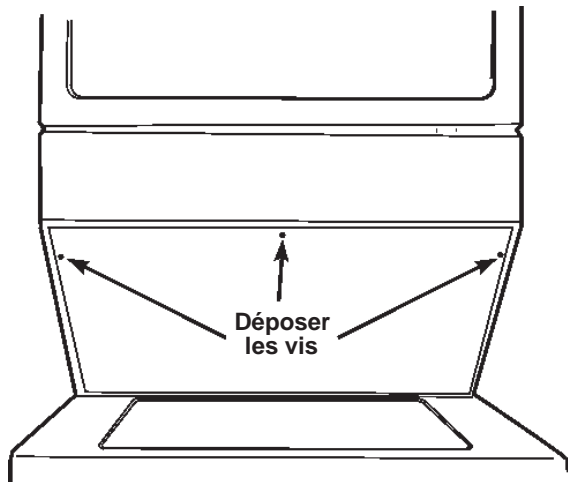

Figure 6
2. Déposer le panneau de transition inférieur en déposant les trois (3) vis. Voir la Figure 6.